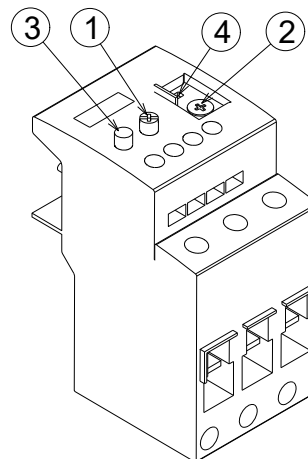

рис. 24
Тепловое реле (рис. 24) служит для предотвращения повреждения двигателя из-за чрезмерного увеличения энергопотребления или отсутствия фазы. Для калибровки 2) обратитесь к таблице, указанной в схеме электропроводки (за электропроводку отвечает установщик). Для сброса, в случае срабатывания теплового реле, нажмите кнопку “СБРОС” 1). Кнопка “СТОП” 3) размыкает контакт ЧПУ (95-96) и останавливает двигатель. Вставьте отвертку в окошко “ПРОВЕРКА/ОТКЛЮЧЕНИЕ” (4) и переместите ее в направлении, указанном стрелкой (вправо), чтобы провести проверку теплового реле.